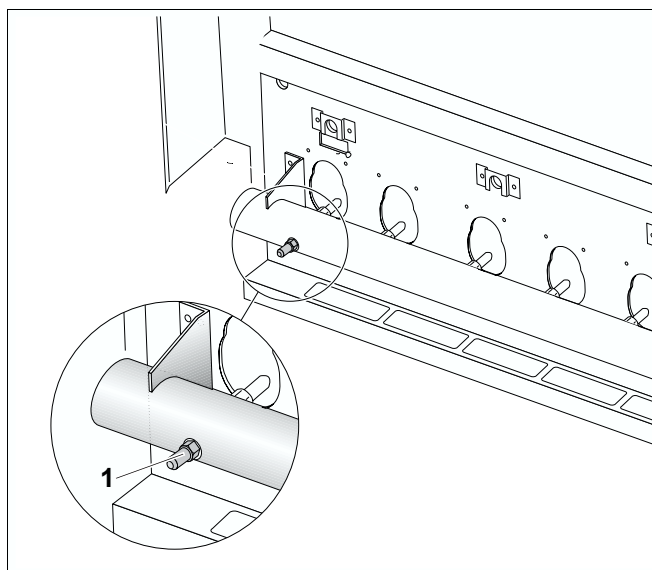

Рис. 26 Измерение давления на форсунках
- На два оборота открутить измерительный ниппель на газораспределительной гребенке (рис. 26, поз. 1) и надеть измерительный шланг U-образного манометра.